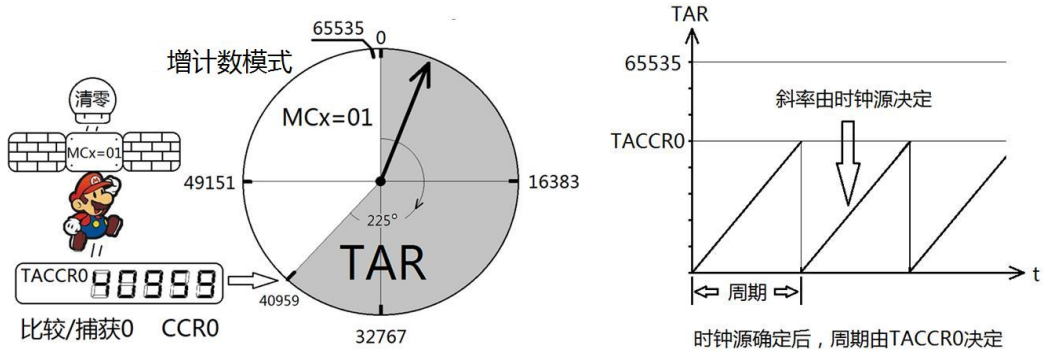

图 6.3 主定时器的增计数模式
- 1) 如图 6.3 左侧所示，当 TAR 的值与 TACCRO 预设值（图中设定为 40959）相等时，TAR 被强迫清零。时钟表盘只能在灰色区域活动。
- 2) 如图 6.3 右侧所示，定时器的实际周期不再仅由时钟源决定，还与 TACCRO 设定值有关。